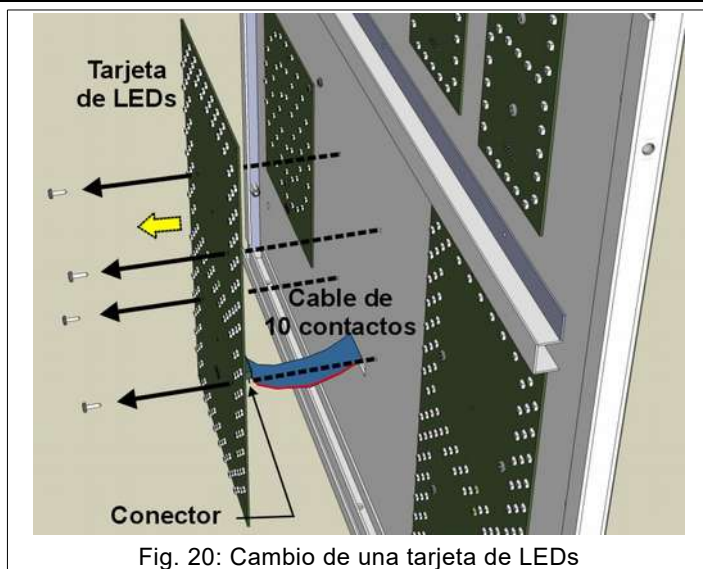

Fig. 20: Cambio de una tarjeta de LEDs
2. Quite los tornillos de sujeción de la tarjeta que hay que cambiar (Fig. 20); saque un poco la tarjeta de su posición para poder sacar el conector del cable de conexión plano.